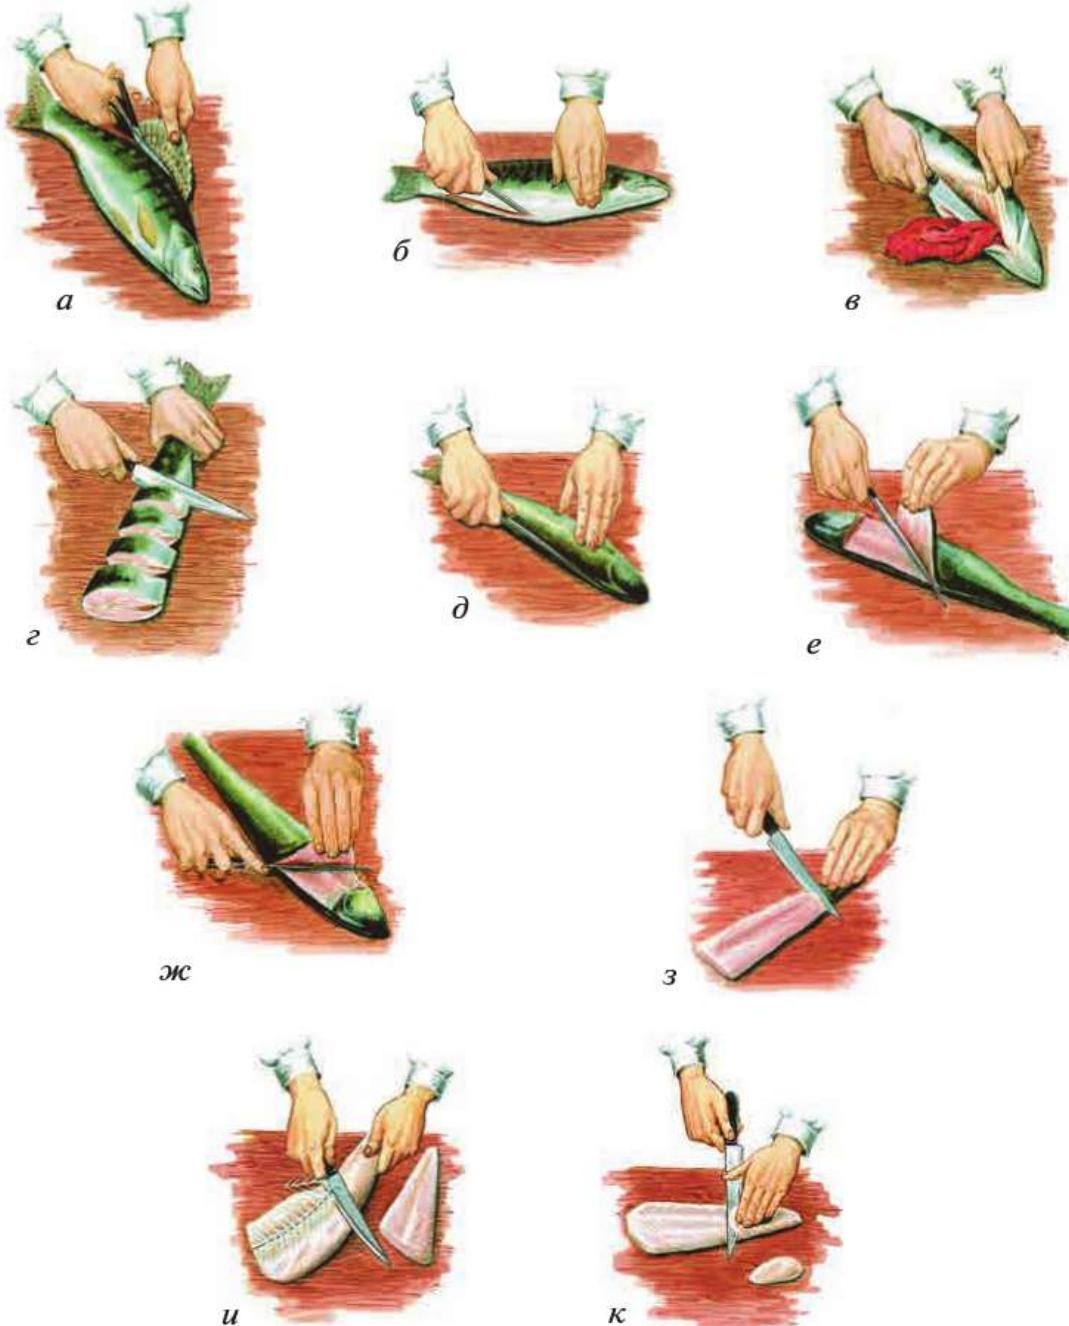

Рис. 7.6. Кулинарная разделка рыбы для филе:
1. Удалите плавники специальными ножницами (рис. 7.6, а). Спинной плавник вырежьте, придерживая рыбу за хвост левой рукой: острым ножом с обеих сторон плавника сделайте надрезы, взявшись за плавник правой рукой или прижав плавник к разделочной доске, выдерните его резким движением от хвоста к голове. Остальные плавники обрежьте ножом.
3. У очищенной от чешуи рыбы разрежьте брюшко (рис. 7.6, б). Нож следует передвигать от хвоста к голове, начиная с анального отверстия. Затем с помощью ножа осторожно, чтобы не повредить желчный пузырь, удалите внутренности (рис. 7.6, в). Выпотрошив рыбу, прорежьте плёнку, смойте скопившиеся под ней сгустки крови, а затем отрежьте голову. Этапы удаления плавников, головы, потрошения могут меняться в зависимости от вида рыбы.
5. Подготовленную рыбу можно разрезать на порционные куски (рис. 7.6, г). Если рыбу готовят для варки, то кожу на каждом из порционных кусков прорезают в нескольких местах, чтобы они не разваливались. Если предстоит жарить рыбу или припускать рыбное филе, то при разрезании тушки нож располагают под углом 30°, что делает куски более широкими.
Крупную рыбу после промывания *пластуют*, т. е. разрезают вдоль по позвоночнику пополам, удаляют позвоночную кость и рёберные kosti, получая *филе* (рис. 7.6, д—к). Пластуют в следующем порядке (сна-